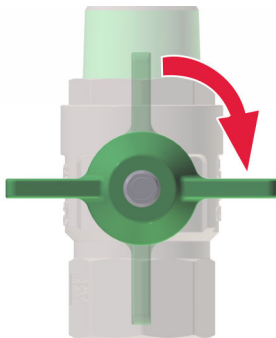

Abb. 33: Hauptabsperrventil schließen
1. ➔ Alle Hauptabsperrventile (Abb. 33) der Frischwarmwasserstation schließen.